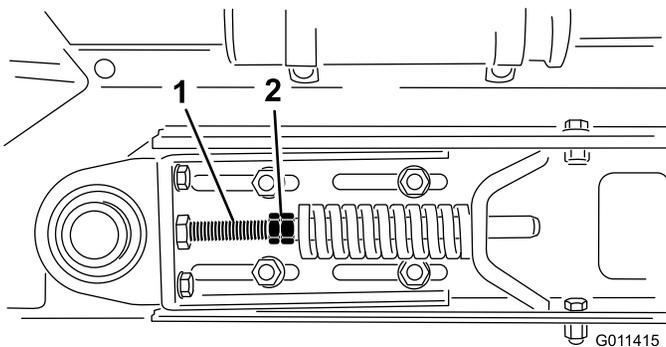

Рисунок 31
- 3. Для сброса натяжения пружины ослабьте зажимные гайки и гайки на натяжной тяге (Рисунок 31).